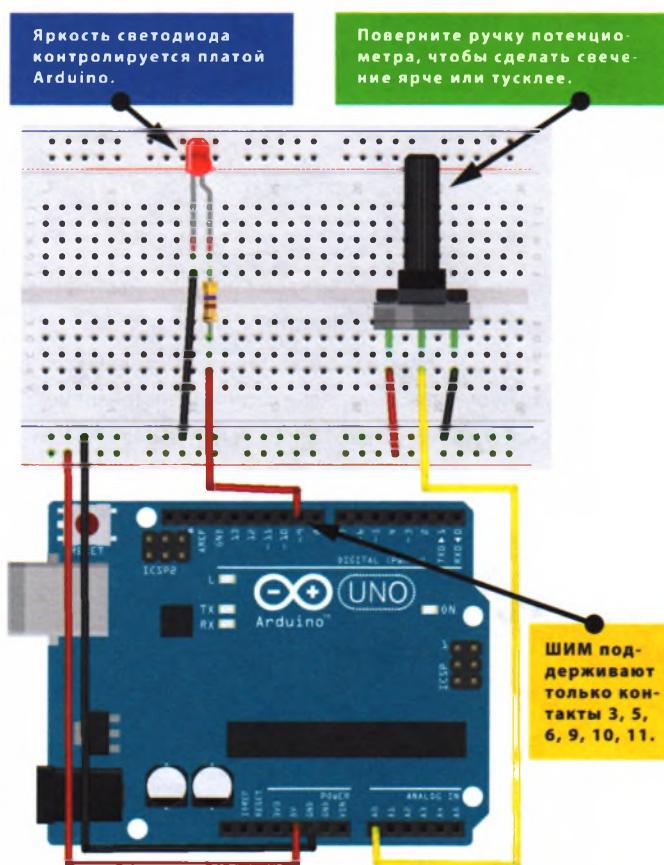

РИСУНОК 2.3
2. Установите светодиод на макетную плату. Подключите ножку анода (длинную) к контакту 9 платы Arduino через резистор с сопротивлением 470 Ом, а ножку катода (короткую) — к контакту GND, как показано на рис. 2.3.